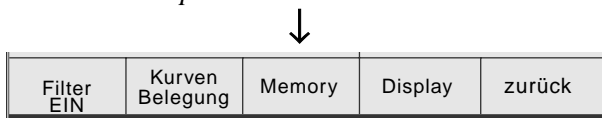

Bild 11-2. Hauptmenü, Seite 2
Es erscheint das Hauptmenü, Seite 2 (Bild 11-2).
- Drücken Sie **F3** **[Memory]** (Bild 11-2).
- Rufen Sie im Hauptmenü mit **F5** **weiter** Seite 2 (Bild 11-2) auf.